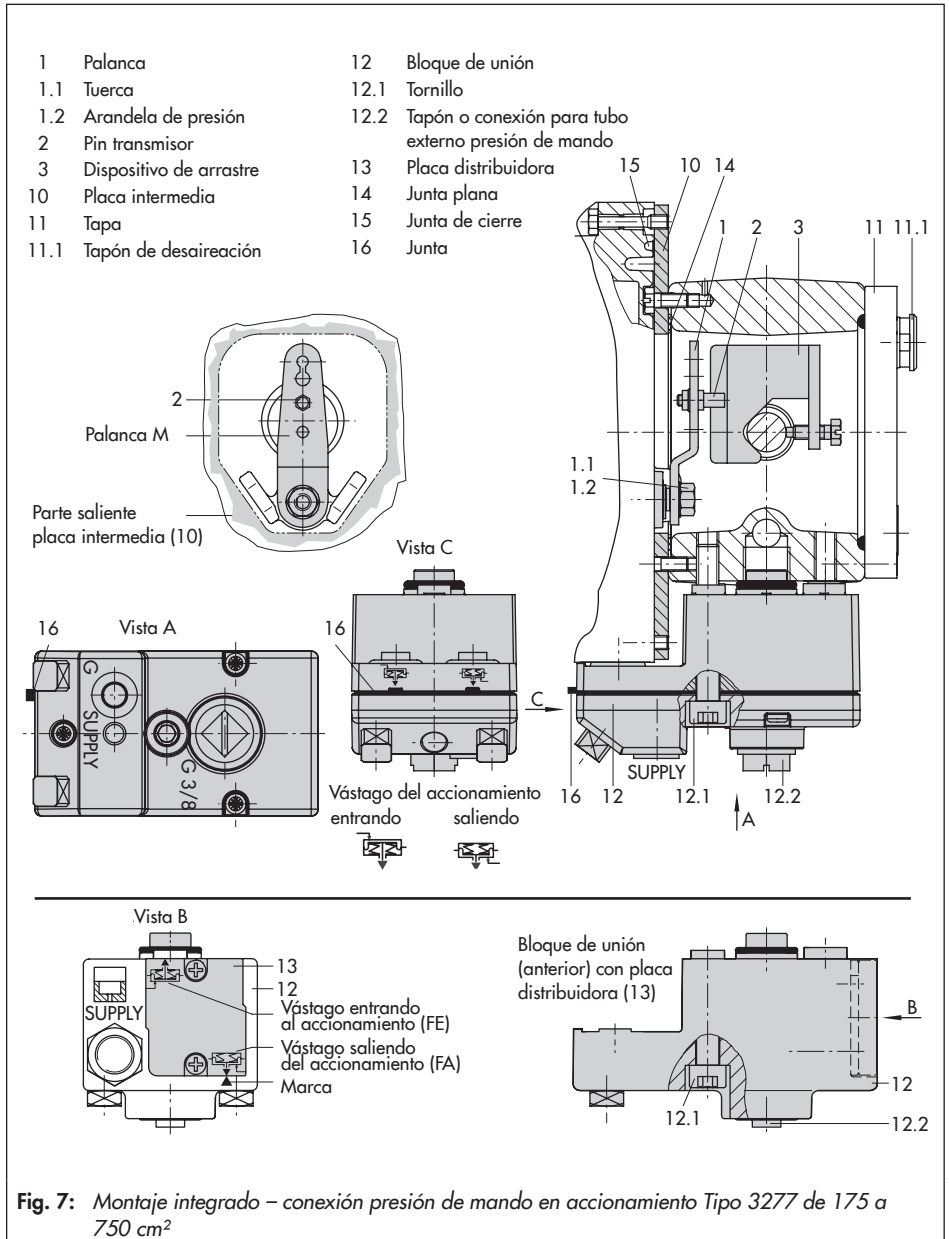

Fig. 7: Montaje integrado – conexión presión de mando en accionamiento Tipo 3277 de 175 a 750 cm²
Accionamiento de 175 a 750 cm² (ver fig. 7)
1. Colocar el dispositivo de arrastre (3) en el vástago del accionamiento, alinearlos y fijarlo de forma que el tornillo de fijación esté bien alojado en el encaje del vástago del accionamiento.
2. Fijar la placa intermedia (10) con la parte saliente más estrecha (fig. 7 izq.) hacia la conexión de la presión de mando, la junta plana (14) enganchada tiene que quedar del lado del puente del accionamiento.
3. En accionamientos de 355, 700 y 750 cm² desenroscar el pin (2) colocado en la posición **35** de la palanca **M** (1) y roscarlo en la posición **50**.
6. Comprobar que la lengüeta de la junta (16) lateral al bloque de unión, se encuentra encima del símbolo correspondiente a la ejecución del accionamiento "vástago saliendo" o "vástago entrando". Si es necesario, destornillar los tres tornillos, levantar la tapa, girar la junta (16) 180° y volver a fijarlo. Con la ejecución anterior de bloques de unión (fig. 7 abajo) es necesario girar la placa distribuidora (13) hasta que la marca indique el símbolo que corresponde a la ejecución del accionamiento.
7. Colocar el bloque de unión (12) con sus juntas en el posicionador y puente del accionamiento, y fijarlo con los tornillos (12.1). En accionamientos "vástago entrando" se tiene que quitar el tapón (12.2) y montar el tubo para la presión de mando.